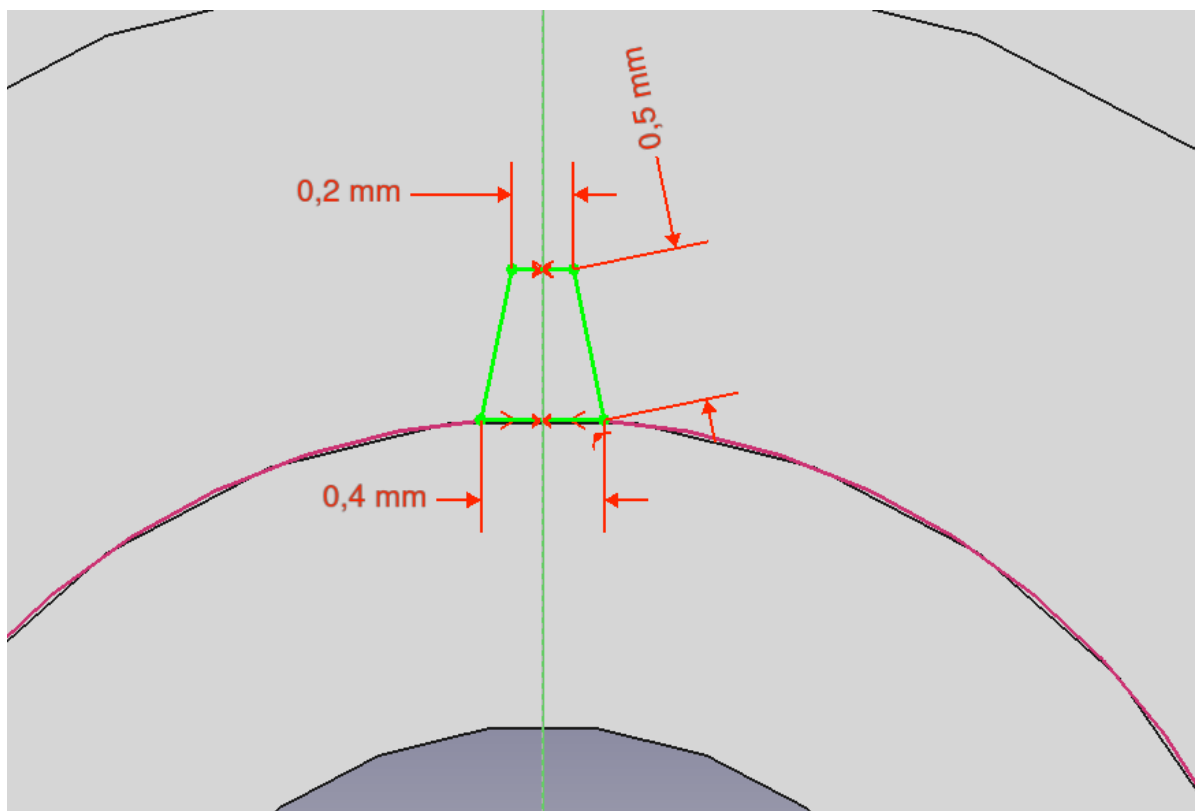

Рис. 9. Эскиз ниши для зуба зацепления ротора
10. Ротор сервомотора заканчивается шестеренкой на 40 зубьев. Поэтому мы должны создать ответную часть на внутренней стороне фланца. Для этого выбираем крайнюю грань внутренней части фланца и создаем на этой грани эскиз «**Create Sketch**» по аналогии с Рис.9. Для данного эскиза потребуется использовать функцию внешней геометрии **Sketch => Sketch geometries => External geometry**, которая позволяет получить в эскизе контур центрального внутреннего отверстия заготовки (сиреневый цвет) в качестве вспомогательного элемента. Заметим, что контур ниши для зуба должен быть замкнутым для применения операции «вырезки» (**Pocket**).